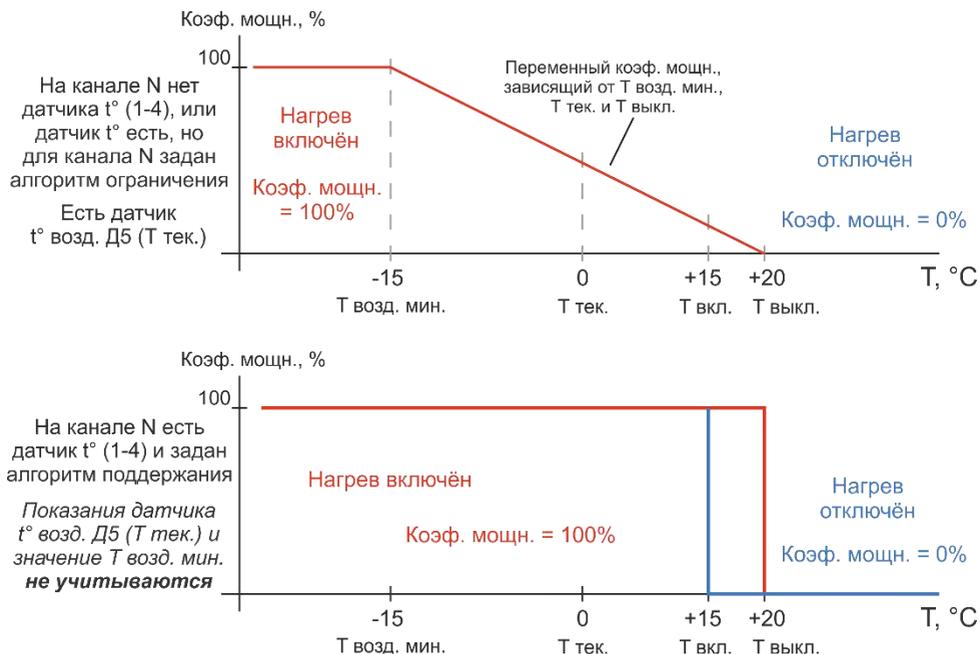

Рисунок 12. Алгоритм работы нагрева на произвольном канале N (от 1 до 4) в зависимости от наличия на этом канале датчика t° поверхности
P – это время от цикла реле (периода нагрева), в течении которого будет включён нагрев. То есть нагрев при указанных на верхнем графике рис. 12 параметрах будет осуществляться в течении $50 \times 57,14\% = 30,86$ минут. Оставшиеся $(50 - 30,86) = 19,14$ минут нагрев осуществляться не будет.
- справа в каждой строчке отображается вычисленный коэффициент мощности в соответствии с графиком на рис. 12